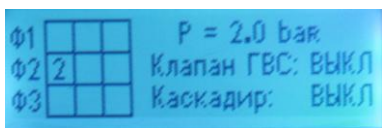

Рисунок 7
4.7.4 Пример окна состояния приведен на рис. 7.